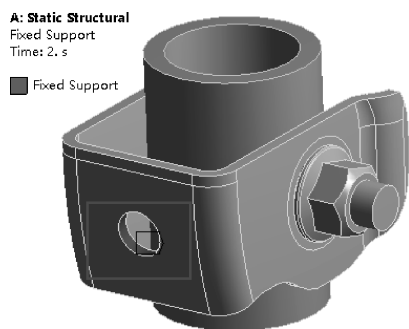

图 2-40 施加约束
(4) 施加约束: 首先在标准工具栏中单击 , 然后选择卡箍上后面圆孔, 接着在环境工具栏中单击【Supports】→【Fixed Support】, 如图 2-40 所示。